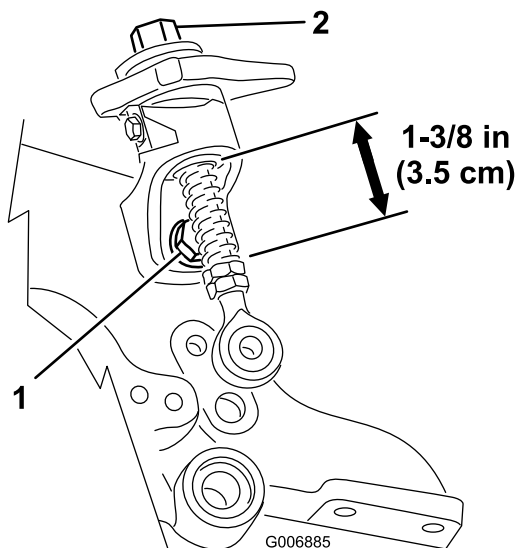

Figure 27
2. Desserrez le boulon de fixation du levier de levage rapide et vérifiez que la tige filetée est bien alignée et ne coince pas sur le bas du support du levier de levage rapide (Figure 27). Serrez les boulons.
3. Vérifiez que les ressorts du levier de levage rapide sur les tiges filetées sont longs de 3,5 cm ; voir Figure 27.
4. Si le bouton de réglage de hauteur ne tourne pas librement, il est possible que la bague soit sale (Figure 27). Nettoyez la bague au besoin.